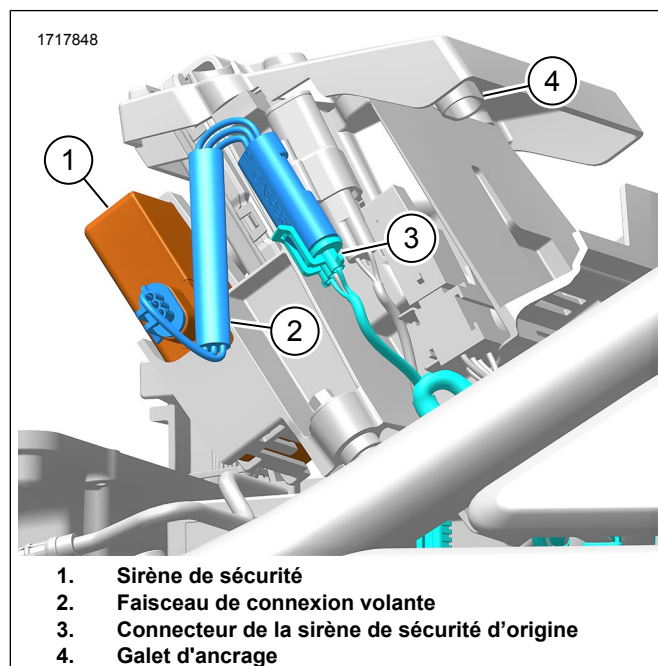

Figure 30. Nightster (RH975/S)
6. Figure 30 Installer la sirène de sécurité (1) dans le boîtier BCM .
7. Retirer le connecteur de sirène de sécurité d'origine (3) du point de fixation (4).
8. Connecter le faisceau de connexion volante (2) à :
- a. Connecteur de sirène de sécurité d'origine (3).
- b. Connecteur de sirène de sécurité (1).